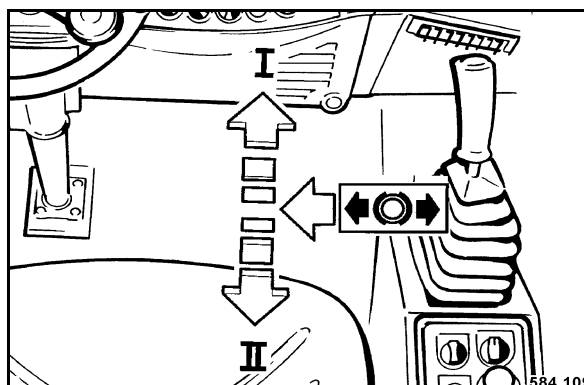

Fig. 96
- Déplacer le levier de commande de la marche (Fig. 96) à fond sur position „I“.